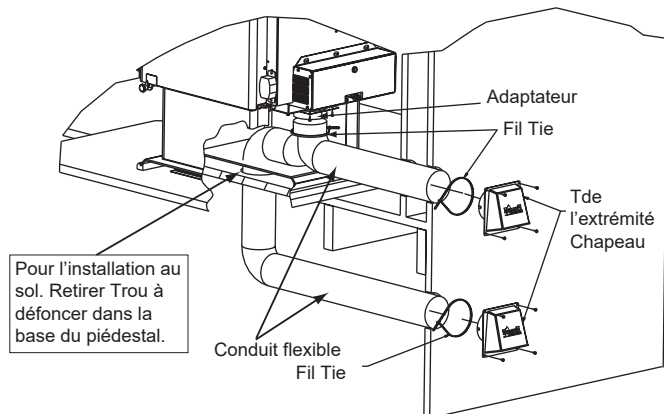
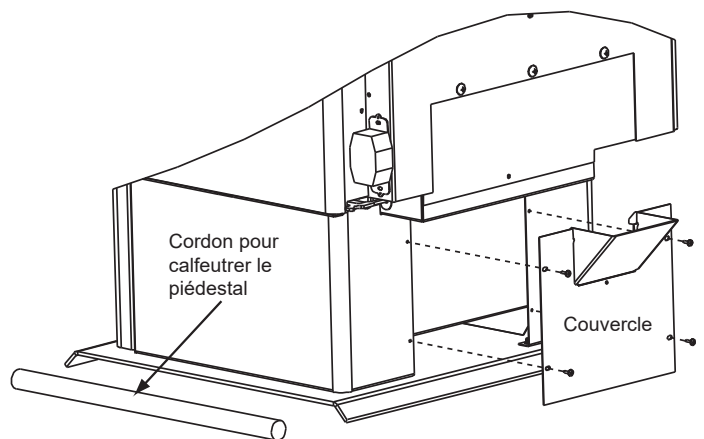

Figure 16.1
Figure 16.2
2. À l'aide d'un tournevis cruciforme n ° 2, fixez l'adaptateur flexible à l'appareil à l'aide de 4 vis (**Figure 16.1**).
Dans certains cas, vous ne pourrez peut-être pas installer le tuyau flexible comme indiqué dans la **figure 16.1**. Si tel est le cas, vous devrez commander le SRV7033-041 qui comprend une plaque de couverture et une corde d'étanchéité, comme illustré à la **figure 16.2**. Le but est de sceller le piédestal afin qu'aucun air ambiant ne puisse s'infiltrer dans le piédestal ou pour l'infiltration d'air froid.